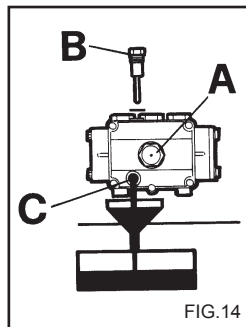

FIG.14
- 2) Dévisser le bouchon de la tige de contrôle de niveau (fig. 14).